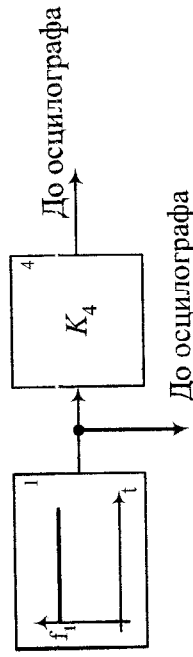

Рис. 1
1. Зібрати модель пропорційної ланки за схемою, що зображена на рис. 1.